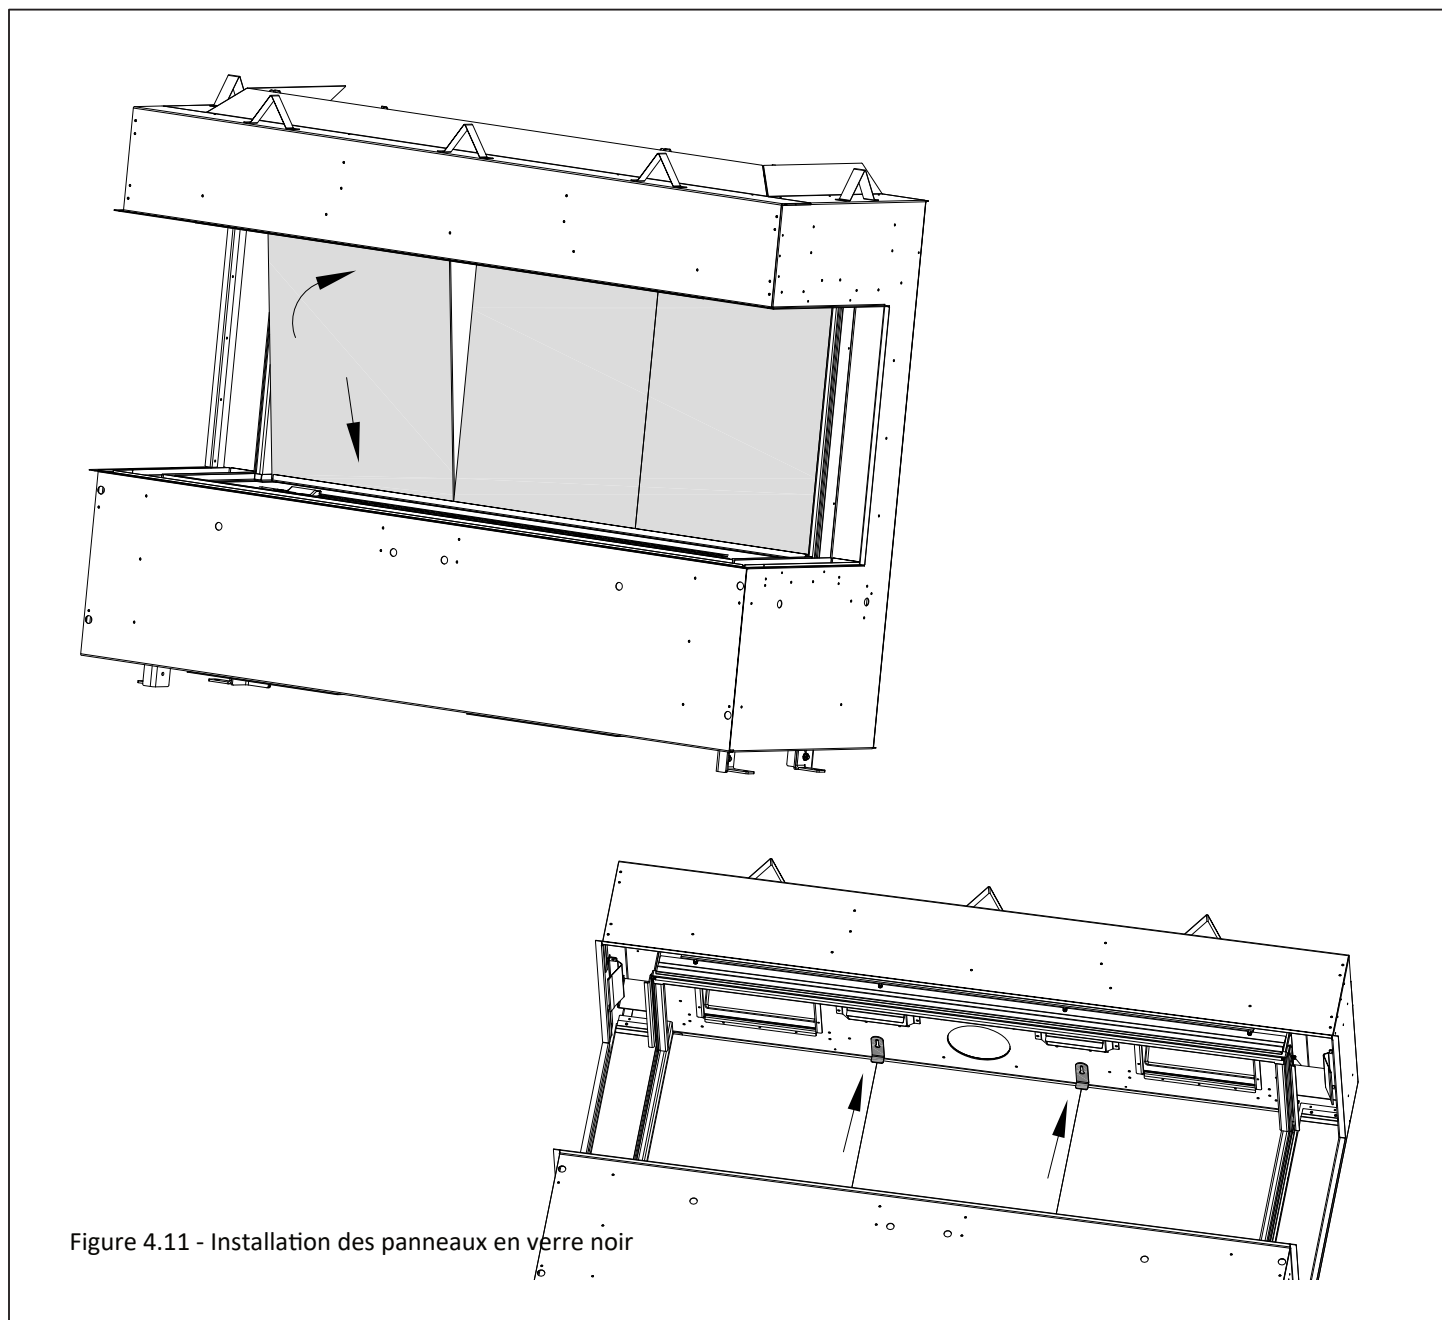

Figure 4.11 - Installation des panneaux en verre noir
2. Installez dans le foyer les (3) panneaux arrière intérieurs en verre noir. Ces trois panneaux sont de même format et sont donc interchangeables. Fixez-les avec (2) clips pour panneaux arrière intérieurs et (2) vis à métal, tel que montré à la Figure 4.11.